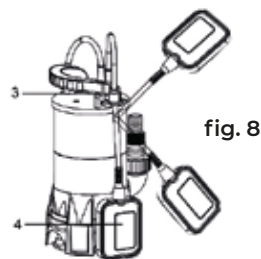

fig. 8
► Assurez-vous que l'interrupteur de flotteur (4) ait toujours suffisamment d'espace et ne soit pas activé en permanence. Cela pourrait éviter que l'arrêt automatique provoque un séchage de l'appareil, ce qui endommagerait la pompe.
► Assurez-vous que l'interrupteur de flotteur (4) puisse bouger librement et ne souffre pas de limitation de mouvement due à l'intrusion d'obstacles.
► Maintenez une distance suffisante entre l'interrupteur de flotteur (4) et le dispositif de blocage de l'interrupteur de flotteur (3) afin d'éviter l'arrêt automatique et de ne pas provoquer que l'appareil ne se sèche.
► Assurez-vous que la position de l'interrupteur du flotteur (4) soit ajustée de sorte qu'il ne reste pas à plat au sol. Cela éviterait l'arrêt automatique et le séchage de l'appareil.
Si nécessaire, bloquez l'interrupteur de flotteur (4) sur la position souhaitée en poussant le câble dans le dispositif de blocage de l'interrupteur de flotteur (3) sur le côté de la pompe (voir fig. 8), quand l'interrupteur de flotteur est à une certaine quantité – niveau d'eau, il s'allumera ou s'éteindra automatiquement (voir fig.8)